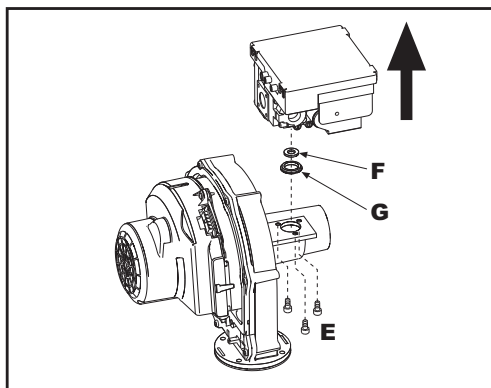
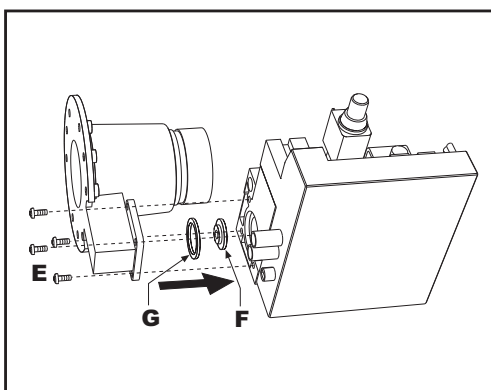

fig. 57 - modello FUTURIA POWER 80 - 160
fig. 58 - modello FUTURIA POWER 125 - 250
7. Svitare le viti di fissaggio "E" (fig. 57 modello FUTURIA POWER 80 - 160 e fig. 58 modello FUTURIA POWER 125 - 250) e togliere la valvola gas.
8. Sostituire l'ugello gas "F" (vedi fig. 57 per il modello FUTURIA POWER 80 - 160 e fig. 58 per il modello FUTURIA POWER 125 - 250) posizionandolo all'interno della guarnizione "G" con quello contenuto nel kit di trasformazione. Rimontare i componenti e verificare le tenute.